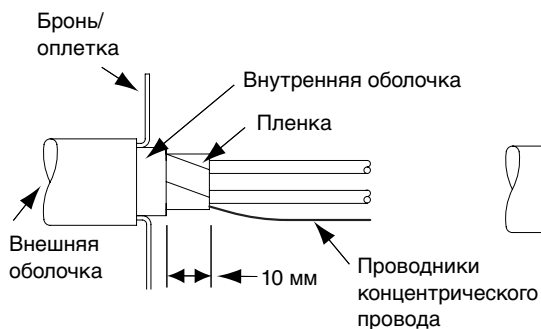

Рис. 4
- 3.3 Отрезать дополнительно 10 мм внутренней оболочки (см. рис.4).